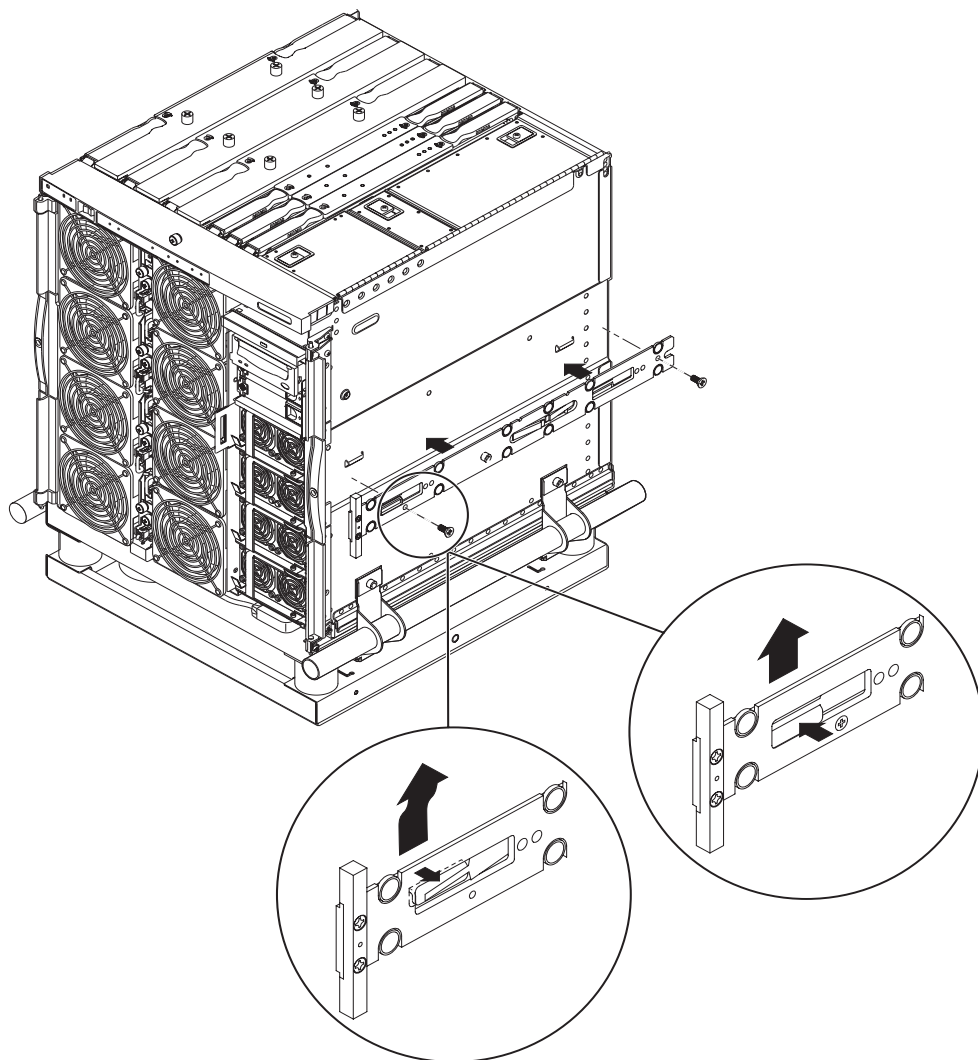

図 1-4 ばね式のクリップおよび切り込み
2. サーバーの側面にある位置決め用の爪がレールの切り込みにはめ込まれるように、内部レールを押し上げます (図 1-4)。